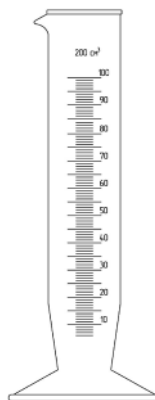

Рис. 154. Стакан
1. **Стакан осадкомерный** (рис. 154) - стеклянный сосуд с делениями, объемом 200 мл предназначен для измерения количества жидких осадков.